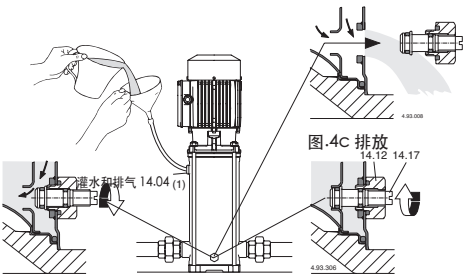

图.4a 灌水:
- 4. 从接线盒上卸下电源电缆,取下螺丝(70.18)及螺母(70.19)并从联轴器(64.22)上拆下电机(图.4a).